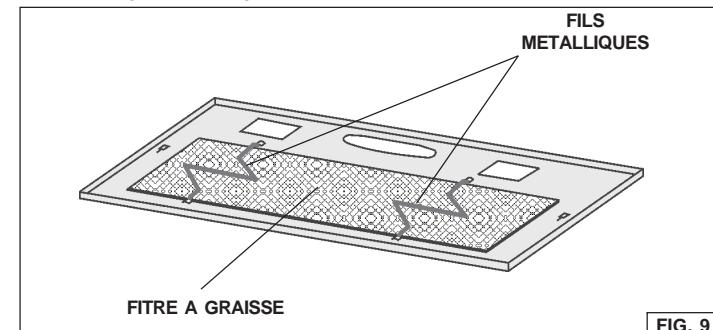

FIG. 9
- Otez les fils métalliques (Fig. 9) et jetez-les.
Pour enlever le filtre à graisse ôtez la grille en enlevant les 2 attaches latérales "A" (Fig. 2); enlevez les fils métalliques puis le filtre à graisse (Fig. 9).